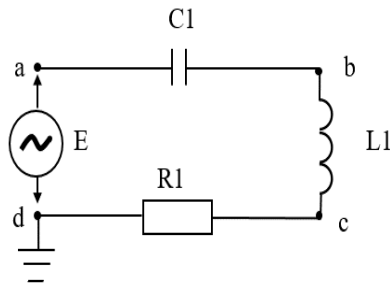

Рис. 8.1
1.1. Для схеми, зображеної на рис.8.1 обчислити резонансну кутову частоту  $\omega_0$  (рад/с) та резонансну частоту  $f_0$  (Гц, кГц).
3.1 В середовищі Multisim скласти схему відповідно до рис. 8.1, підключивши мультиметр спочатку в точки  $a, b$  для вимірювання діючих напруг на ємності, потім в точки  $b, c$  для вимірювання діючих напруг на індуктивності.